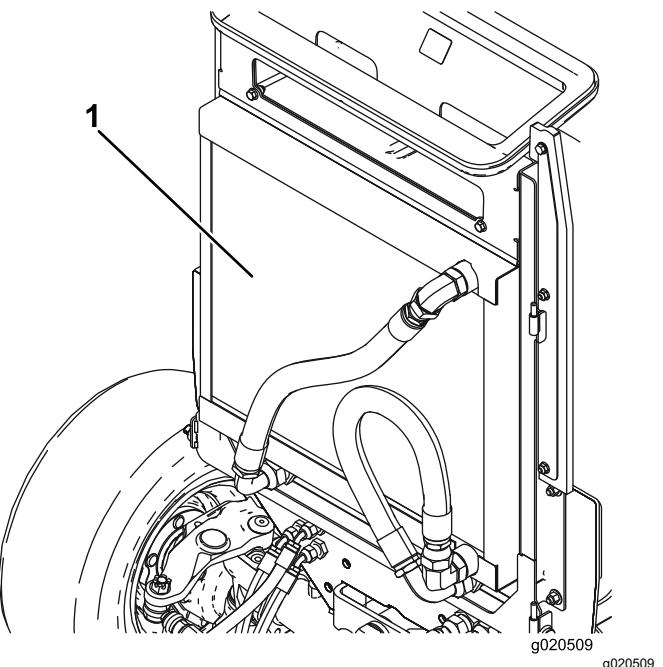

Рисунок 157
6. Тщательно очистите сжатым воздухом область с обеих сторон радиатора/маслоохладителя (Рисунок 157). Начните спереди и сдувайте мусор назад. Затем очистите заднюю сторону, сдувая мусор в направлении передней стороны. Повторите эту процедуру несколько раз до полного удаления сухой травы и мусора.